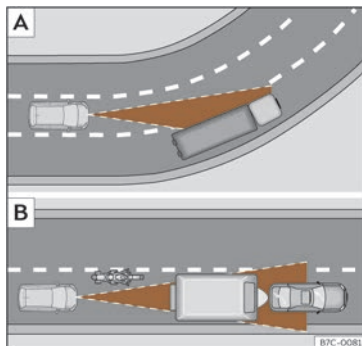

Fig. 128 **A** Vehicle en un revolt. **B** Motociclista circulant per davant fora del radi d'acció del sensor de radar.
L'ACC podria no detectar el vehicle precedent en un revolt o podria regular la distància amb vehicles que es troben en altres carrils >>> **fig. 128 A**.
- Vehicles que circulin desalineats o fora de la zona de detecció del sensor, per exemple, motocicletes >>> **fig. 128 B**.